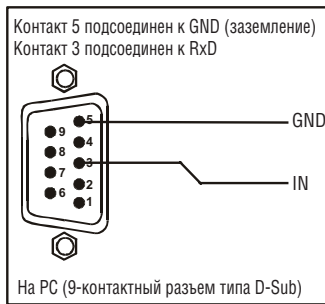

Рис. 6. Разводка соединения RS-232
3. Подсоедините кабель RS-232 с 9-контактным разъемом типа D-Sub на одном конце к компьютеру, а второй конец — к левым двум контактам (GND и IN) блока съемных клемм (два правых контакта (GND и LOOP) можно подключить к контактам GND и IN на дополнительном устройстве **TP-205A**) — к порту RS-232 на **TP-205A** (в соответствии с рис. 6 и таблицей 4, см. подраздел 5.3).
Подготовьте кабель RS-232 с 9-контактным разъемом типа D-sub на одном конце и 2-контактным соединителем блока съемных клемм на другом конце, как это показано на рис. 6 и в таблице 4: